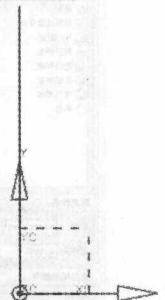

图 1-10 直线
(3) 输入长度100，沿 Y 轴移动鼠标，并单击，这样就可以创建一条直线，结果如图1-10所示。